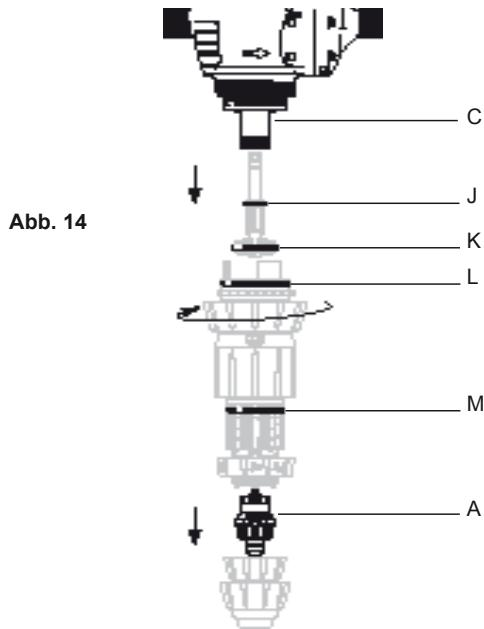

Abb. 14
- Den Trennkörper (**Abb. 14-C**), die Dichtungen (**Abb. 14-J/K/L/M**) und das Saugventil (**Abb. 14-A**) auswechseln.